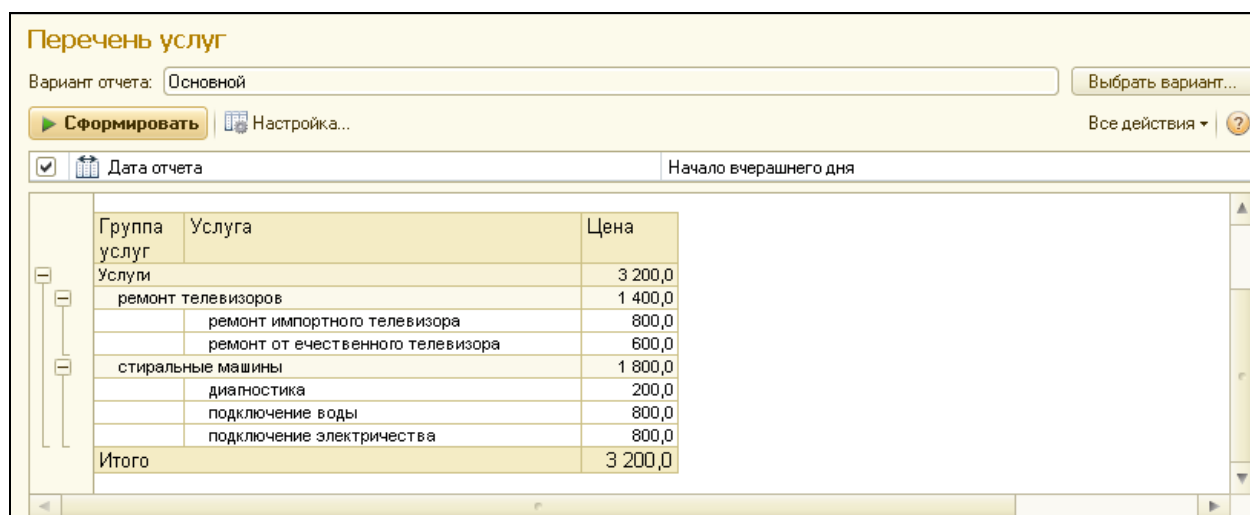

Рисунок 4.52 Результат выполнения отчета
20. Сформировать отчет на текущую дату (рис.4.52).